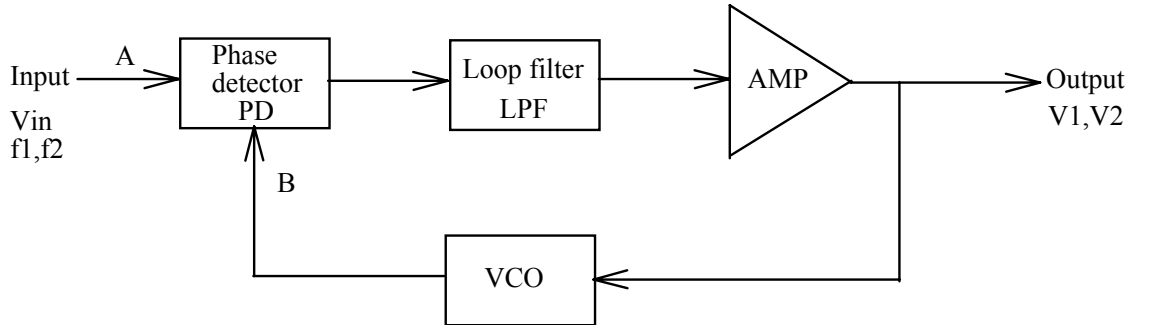

Fig. 14-1 PLL blok diyagramı.
Temel olarak, bir PLL üç ana yapıdan oluşur; Faz detektörü(PD), Çevrim filtresi(LF) ve Gerilim kontrollü osilatör(VCO). Fig. 14-1'de PLL blok diyagramı görülmektedir.
Fig. 14-1'de gösterilen PLL blok diyagramını düşünelim. Eğer  $V_{in}$  girişindeki frekans değişirse, bu ani değişim sonucunda A ve B arasında bir faz değişimi oluşur ve bunun sonucu olarak çıkıştaki DC seviyede bir değişim meydana gelir. Seviyedeki bu kayma, VCO çıkışındaki frekansı değiştirecek ve kilitleme devam edecektir. Eğer PLL bir FSK demodülatörü olarak kullanılır ve girişe FSK işareti uygulanırsa,  $f_1$  ve  $f_2$  giriş frekanslarına karşılık sırası ile  $V_1$  ve  $V_2$  çıkış gerilimleri meydana gelecektir. Böylelikle, giriş frekansındaki bir değişim çıkışta DC seviyede bir değişime dönüşmektedir. PLL çıkışı,  $V_1$  ve  $V_2$  arasında bir referansa sahip gerilim karşılaştırıcısının girişine bağlandığı zaman, karşılaştırıcının çıkış işareti dijital işaret ya da FSK demodüle edilmiş işarettir.